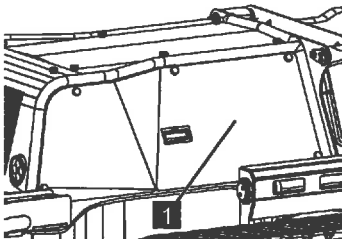

Abb. 209
1. Abdeckung (Abb.209/1) abschrauben.